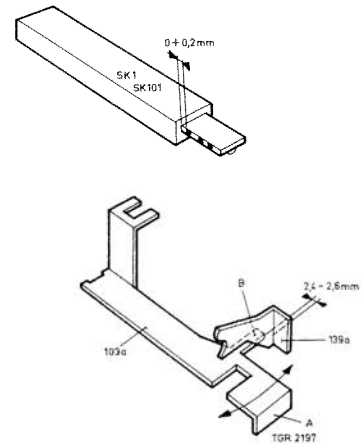

Fig. 34
#### Instelling SK1/SK101 (zie fig. 34)
- Plaats het apparaat in de stand "Opname". De schuif van schakelaar SK1/SK101 moet in deze stand ingesteld worden zoals fig.34 aangeeft. Dit is in te stellen door gedeelte A van beugel pos. 103A te verbuigen.
- De afstand tussen gedeelte B van beugel pos. 103A en beugel pos. 139A moet dan tussen de 2,4 en 2,6 mm bedragen. Dit is in te stellen door gedeelte B te verbuigen zie fig.